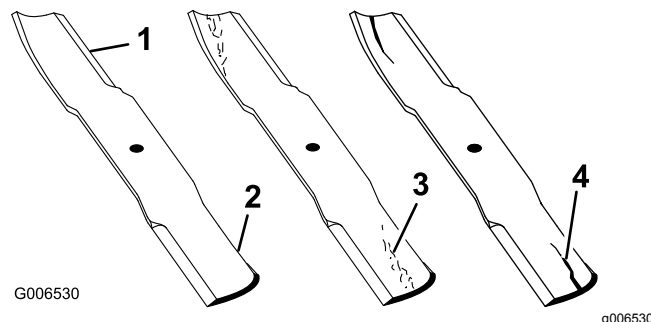

Figura 53
1. Inspeccione los filos de corte (Figura 53).
2. Inspeccione las cuchillas, especialmente la parte curva (Figura 53).
Nota: Si observa daños, desgaste o la formación de una ranura en esta zona (Figura 53, 3 y 4), instale inmediatamente una cuchilla nueva.